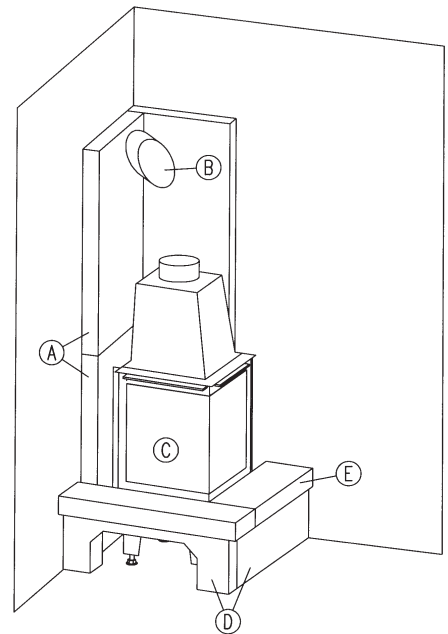

Abb. 4
- 6.2 Der Radiante-Einsatz muß so gerückt werden, daß der Untersims ca 3 - 5 mm überdeckt wird, aber noch 2 - 3 mm „Luft“ zwischen Marmor und Heizeinsatz verbleibt, so dass sich der Heizeinsatz ausdehnen kann, ohne die Marmorteile zu beschädigen! (**Abb. 4**)